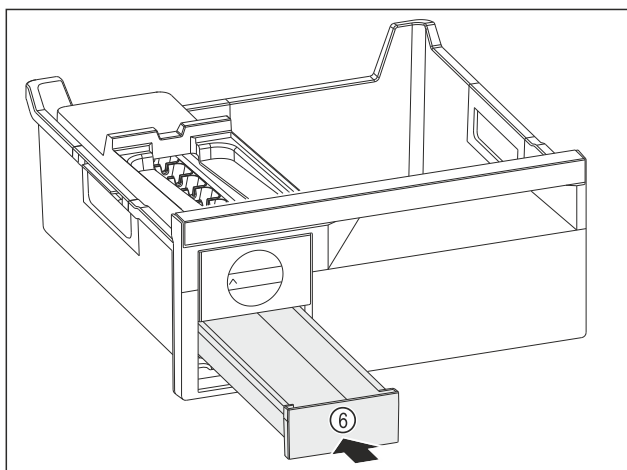

Fig. 177
- ▶ Työnnä jääkuutiolokero Fig. 177 (6) sisään.